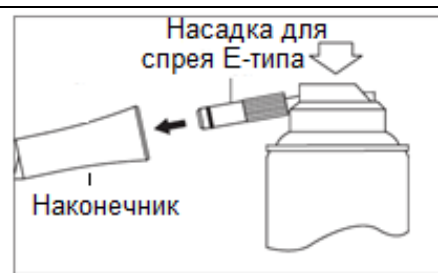

Рис.7
- 2) Вставьте насадку для спрея в заднюю часть наконечника. Крепко удерживайте наконечник при смазке и распыляйте спрей в течение 2-3 секунд, смазывайте, пока смазка не будет выступать из выпускного канала головки, минимум 2 секунды (Рис. 7).
- 3) Произведите смазку наконечника, используя NSK PANA SPRAY Plus/ PANA SPRAY (Рис. 7) или систему автоматической смазки и очистки наконечника NSK.